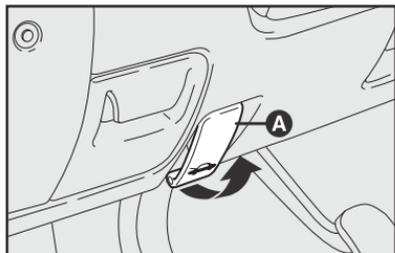

fig. 74
- puxar no sentido da seta a alavanca **A-fig. 74**, localizada à esquerda da coluna de direção.